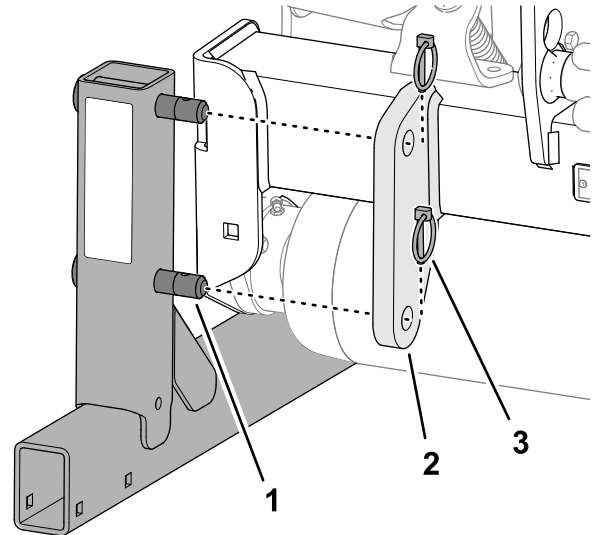

Figura 44
1. Monte o pino do suporte de armazenamento através dos orifícios no suporte de armação do engate (Figura 44).
2. Fixe o pino do suporte de armazenamento ao suporte com os dois pinos de sujeição (Figura 44).